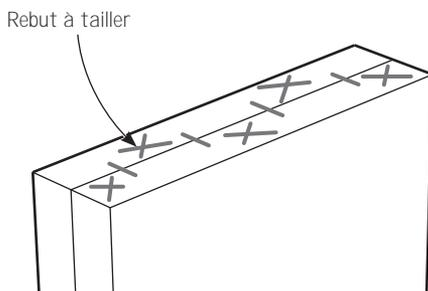

Figure 6 : Tracer un « X » sur le rebut
4. Tracer un « X » sur les parties à enlever – voir **figure 6**.